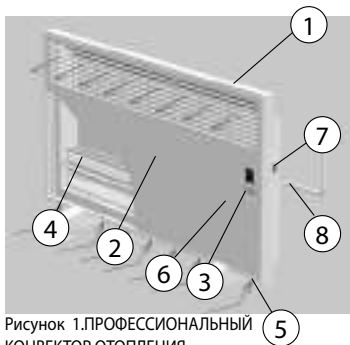

Рисунок 1. ПРОФЕССИОНАЛЬНЫЙ КОНВЕКТОР ОТОПЛЕНИЯ
включает срок (48) часов. Нет ввода новой программы выше 8 часа, выше показатель 48 стирается. Пример: идёте на работу и до возвращения с работы хотите, чтобы прибор заработал. В этой ситуации вставьте вилку в розетку и кнопка Вкл / Выкл (Смотрите рисунок1) в позиции “I”, однако кнопка Вкл/Выкл должна быть в позиции Выкл. Перед нажатием на кнопку Вкл/Выкл, нужно нажать на кнопку Вкл. Регулирование времени. (🕒) Автоматическое включение прибора можно запрограммировать, нажатием на кнопку до нужного цифрового числа на панели. Регулирование закончилось, на панели будет виден предупредительный свет, свет будет гореть до начала работы конвектора. Прибор, по истёку регулируемого времени, начнёт работать и обогреть помещение.